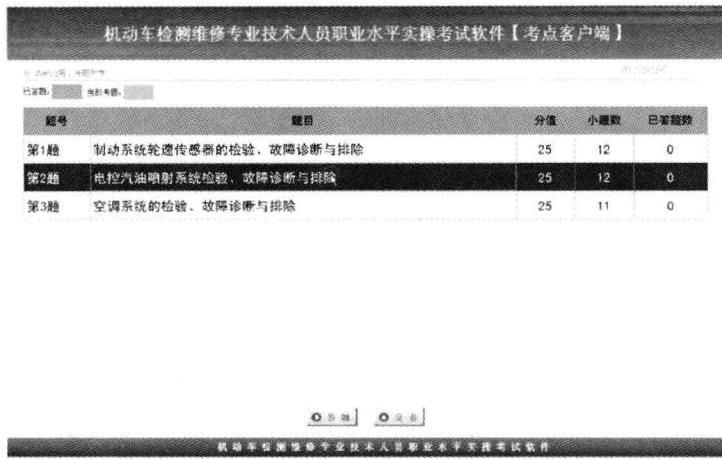

图1-8 考题列表界面
(5) 开始考试。考生阅读考生须知后，点击“确定”按钮，进入考题列表界面，如图1-8所示。